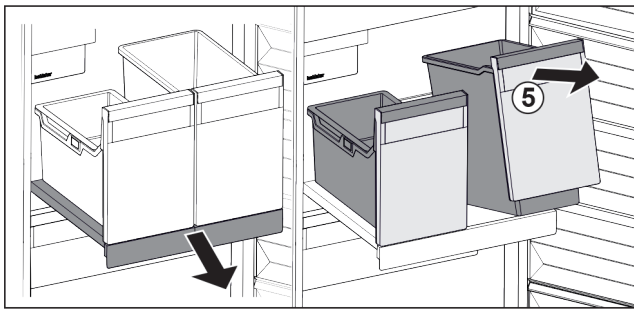

Fig. 99
- ▶ Bak Fig. 99 (5) aan voorzijde optillen.